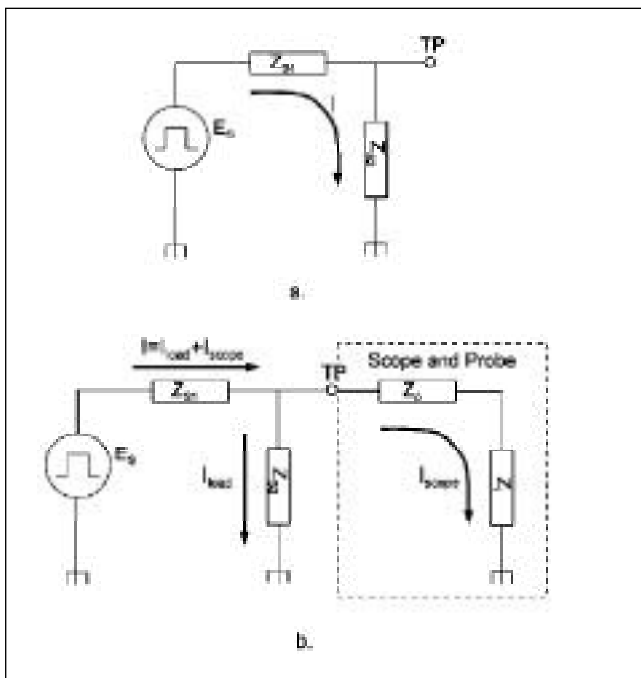
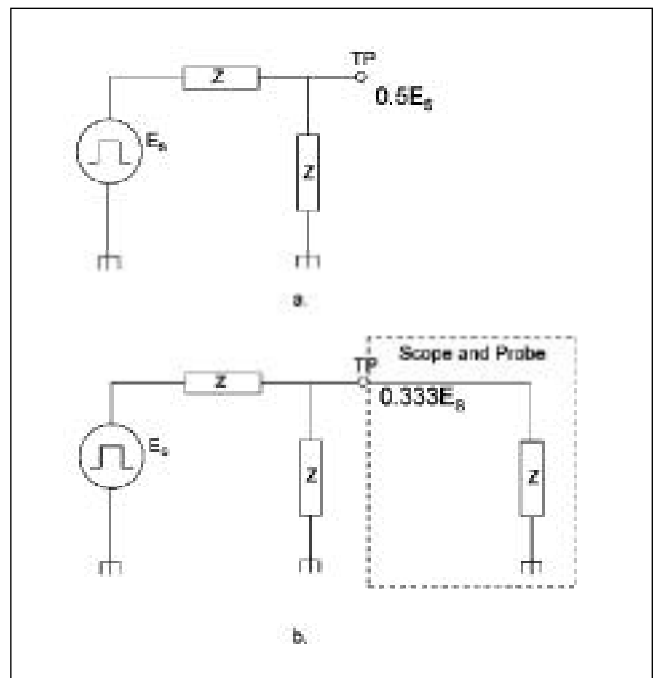

图 3-1. 在测试点被测试的信号，可以由一个信号源及阻抗来代替(a)。探测测试点时将探头及示波器阻抗加于源负载，导致被测量系统分流电流(b)。
图 3-2. 源阻抗越大，测试引起的负载效应就越大。本例中，阻抗相等，探头在测试点导致信号振幅 30% 的衰减。
为了在示波器上显示信号，信号的一部分必须被转到示波器输入电路。如图 3-1 所示，电路在测试点 (TP) 之后，由信号源 ( $E_s$ ) 代表，且相应的电路电阻由  $Z_{S1}$  及  $Z_{S2}$  代表，是在  $E_s$  上的正常的负载。当一台示波器被接入测试点时，探头阻抗， $Z_p$ ，及示波器输入阻抗， $Z_i$ ，成为信号源负载的一部分。依赖探头及示波器的相关的阻抗值，可引起各种负载影响。这一章将详细探讨负载作用，以及其它的进行探测所带来的影响。
源阻抗的值能显著地影响任何探头负载的网络作用。例如，对于低的源阻抗，一根典型的高阻抗 10X 探头的负载作用几乎没有影响。这是高阻抗与低阻抗产品并联，对总阻抗没有影响。然而，随着阻抗越来越高，情况将产生很大变化，如图 3-1。图 3-2 所示，源阻抗等于探头及示波器的总阻抗，对于相等的阻值  $Z$ ，没有接入探头和示波器时，源负载是  $2Z$  (见图 3-2a)，在测试点引起一个  $0.5E_s$  的信号振幅。在探头及示波器接入时，源